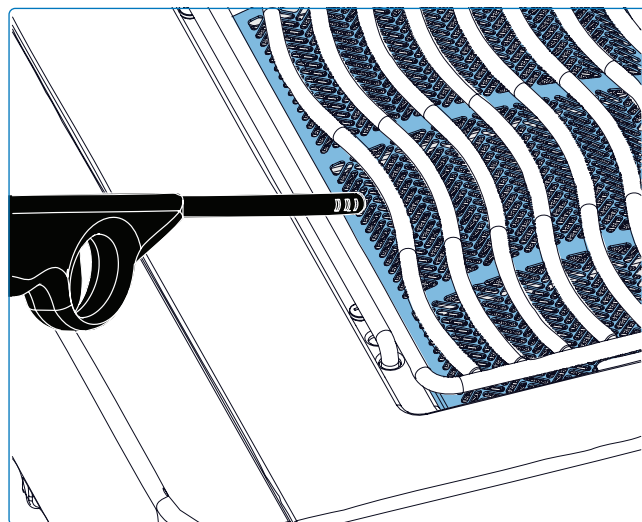

Рис. 2
2. Зажгите длинную спичку или бутановую зажигалку и поднесите ее к отверстиям горелки (Рис. 2).